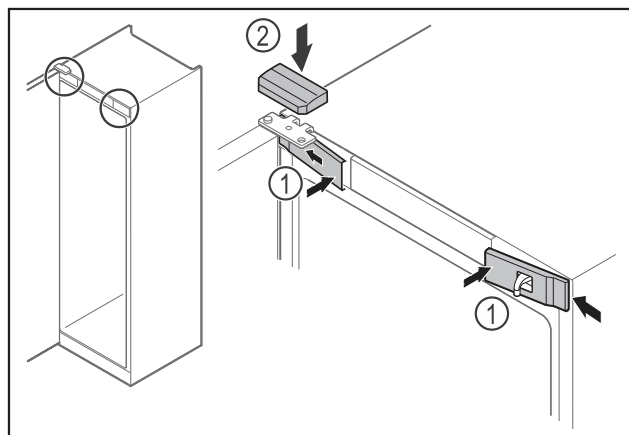

Fig. 45
- Зацепите сбоку и защелкните передние крышки Fig. 45 (1).
- Защелкните верхнюю крышку Fig. 45 (2) сверху.